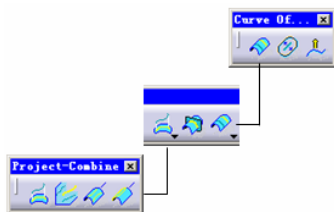

图 4-13
- 利用已知的曲线、曲面创建新的曲线, 该组的工具条如图 4-13 所示。